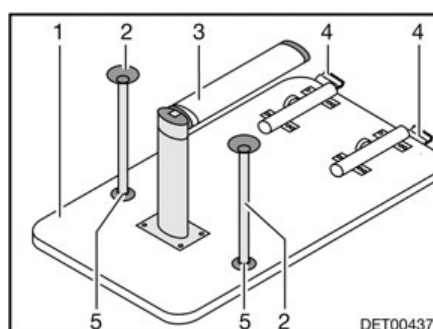
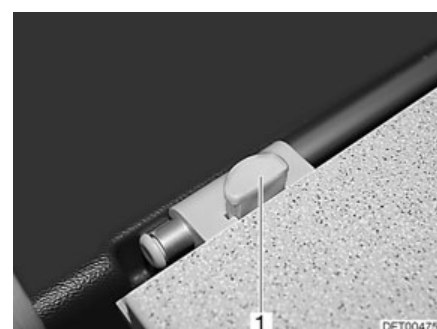

Fig. 76 Sommier de lit
Fig. 77 Dispositif de verrouillage
- Soulever légèrement le plateau de table (Fig. 76,1) à l'avant d'env. 45°.
- Rabattre la partie inférieure du pied de table à joint (Fig. 76,3) de 90°. Suivant le modèle, tirer la partie inférieure du pied de table à joint vers le bas ou appuyer sur le bouton de déverrouillage.
- Appuyer sur le bouton de déverrouillage (Fig. 76,4) sur le dispositif de verrouillage (Fig. 77,1).
- Suivant le modèle, enfoncer les deux pieds d'appui supplémentaires (Fig. 76,2) dans les fixations (Fig. 76,5) sur le dessous du plateau de table.